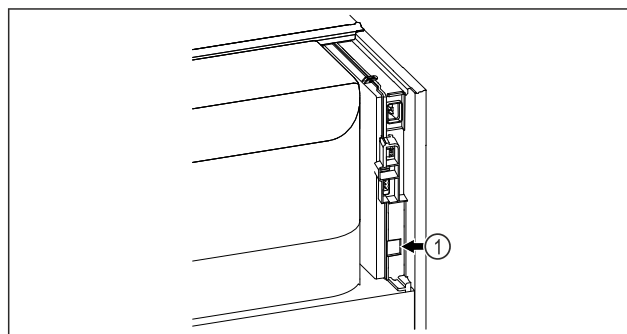

Fig. 129
- SmartModule Fig. 129 (1) är insatt.